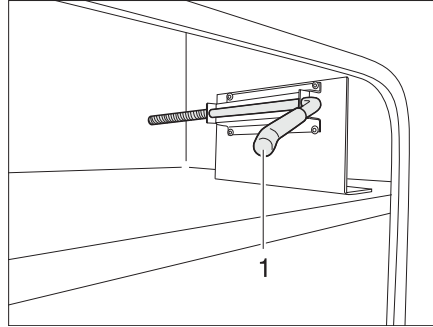

Fig. 43 Gancho de retención de trampilla exterior, posición inicial
- Extraer el gancho de retención (Fig. 43,1) con la otra mano.
- Empujar el gancho de retención con cuidado de regreso a la posición inicial (Fig. 43,1).